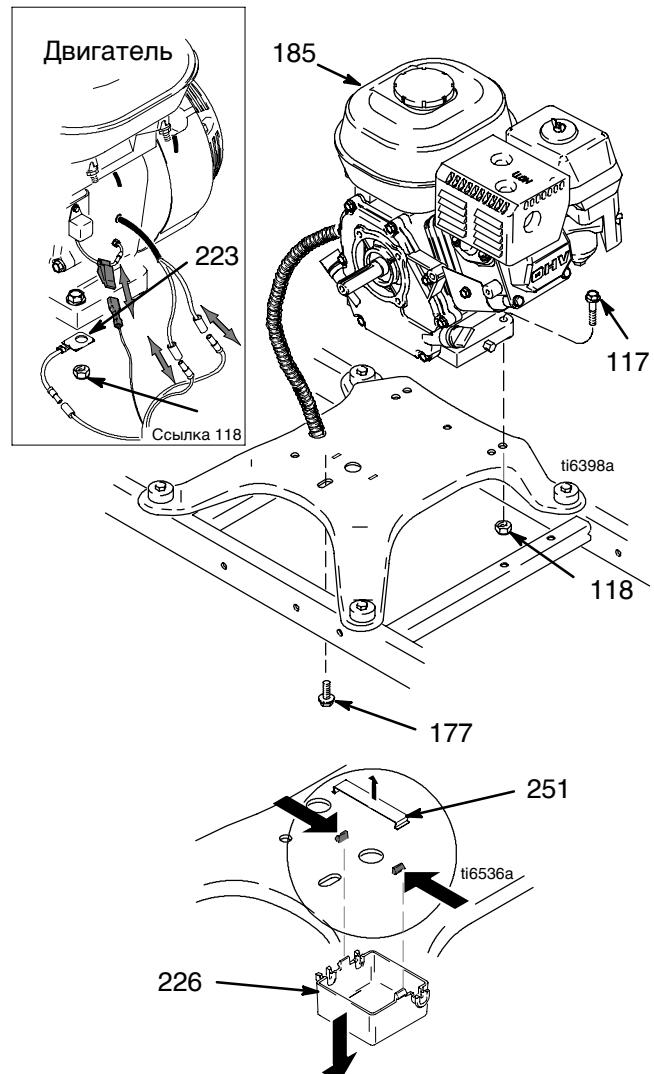

Рис. 12
2. См. Рис. 12. Снимите зажим (251) и распределительную коробку (226).
- См. Рис. 12. Закрепите распределительную коробку (226) с помощью зажима (251).
- Проверьте размер, для чего положите жесткий прямой стальной брус (B) попереk лицевой поверхности корпуса муфты сцепления (5). Используйте точный измерительный прибор для проверки расстояния между бруском и лицевой поверхностью зажима. При необходимости, отрегулируйте положение зажима. Затяните два винта (175) усилием в $14 \pm 1,1$ Нм.
- См. Рис. 12. Снимите зажим (251) и распределительную коробку (226).
- См. Рис. 12. Выкрутите винт (177). Снимите два винта (117), контргайки (118) и заземляющий провод (230, 260) с основания двигателя (185).
- См. Рис. 12. Установите два винта (117) и заземляющий провод (223, 260) на основания двигателя, и закрепите их контргайками (118). Затяните их усилием в 27 - 40,7 Нм.